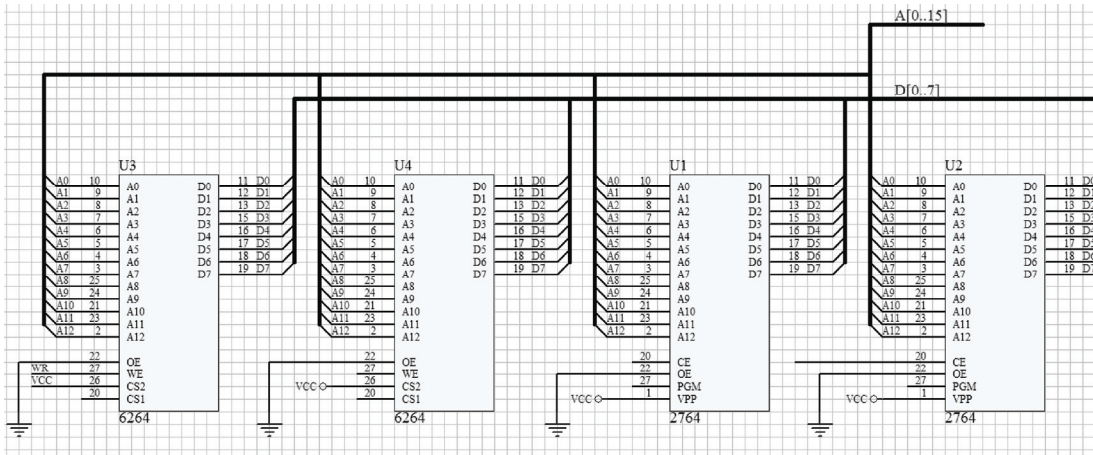

图 4-137 电路原理图
(6) 执行“Place”→“Power Port”菜单命令，或单击工具栏中的按钮，放置接地符号和电源符号，放置完成电源符号和接地符号的原理图如图 4-137 所示。